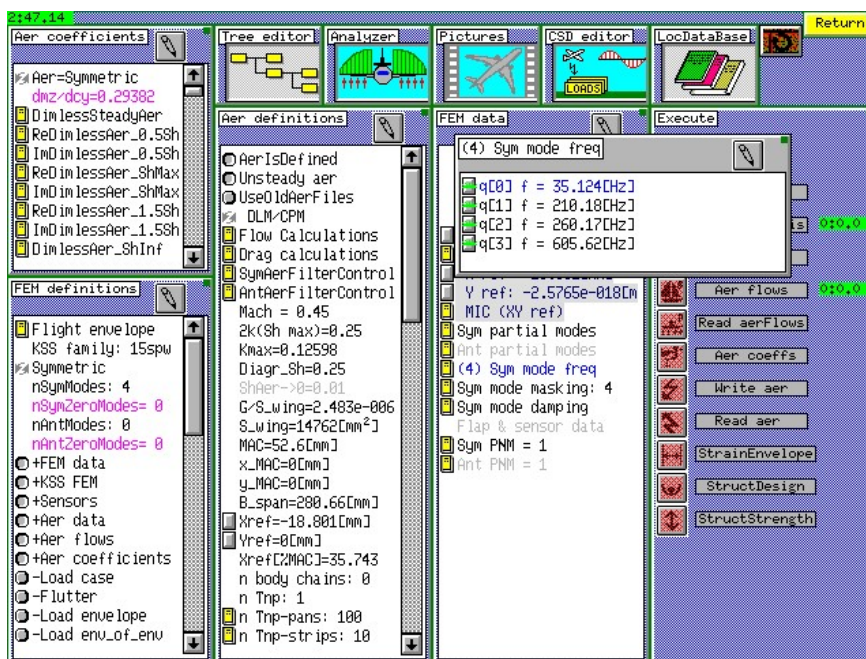

Рисунок 32. Активное окно с частотами симметричных тонов собственных колебаний
В окне «Execute» нажмите селектор строки «(4) Sym mode freq» с курсором  для вызова окна с частотами симметричных тонов собственных колебаний конструкции (Рисунок 32).